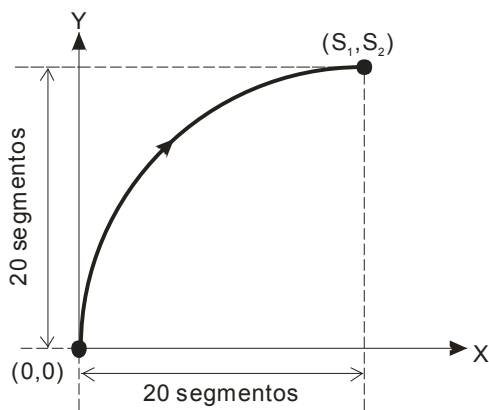

Figura 1
4. La palabra baja de **S** (configuración de sentido y resolución): K0 se refiere a la salida de 20 segmentos de sentido del reloj; K1 se refiere a la salida de 20 segmentos de sentido contrarreloj; Se puede dibujar un arco de 90° (ver figura 1 y 2).